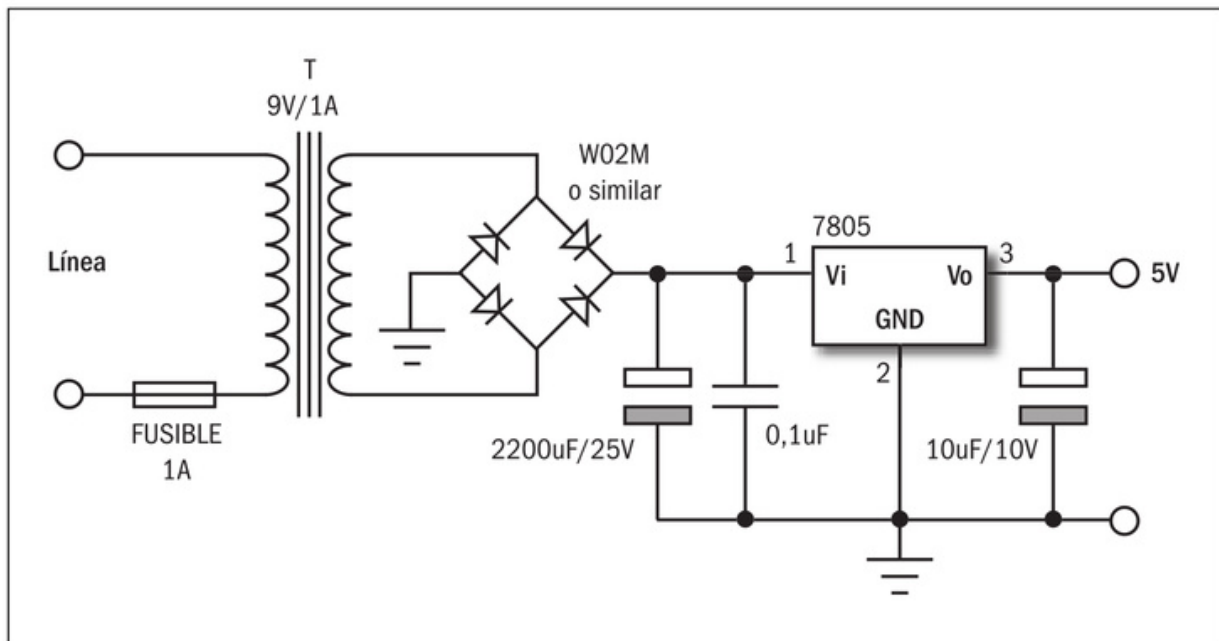

Figura 16. Podemos construir esta fuente de alimentación para nuestros circuitos con el PIC16F84A.
- Si no contamos con ninguna fuente de alimentación, podemos construirla siguiendo el diagrama de la **Figura 16**. De todos modos, más allá de que podamos armar nuestra propia fuente de alimentación, siempre es recomendable colocar un disipador de calor al regulador.